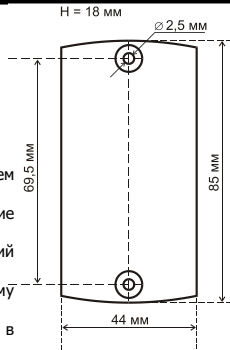

Рис.2 Габаритные размеры
- разметьте и просверлите отверстия для крепления под размер отверстий считывателя (рис.2);